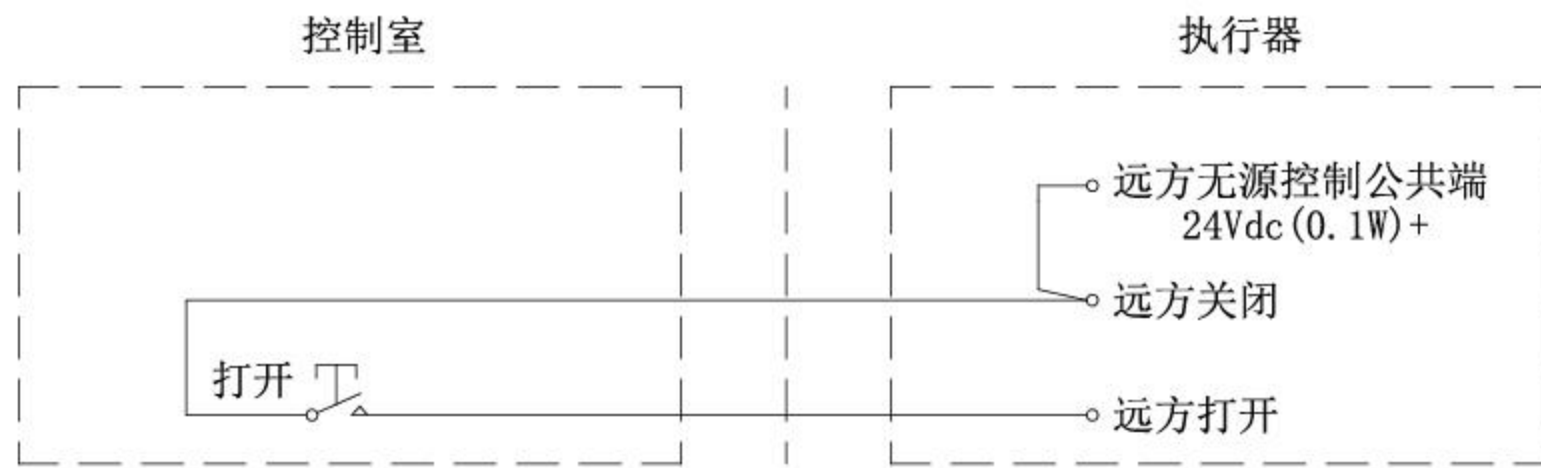
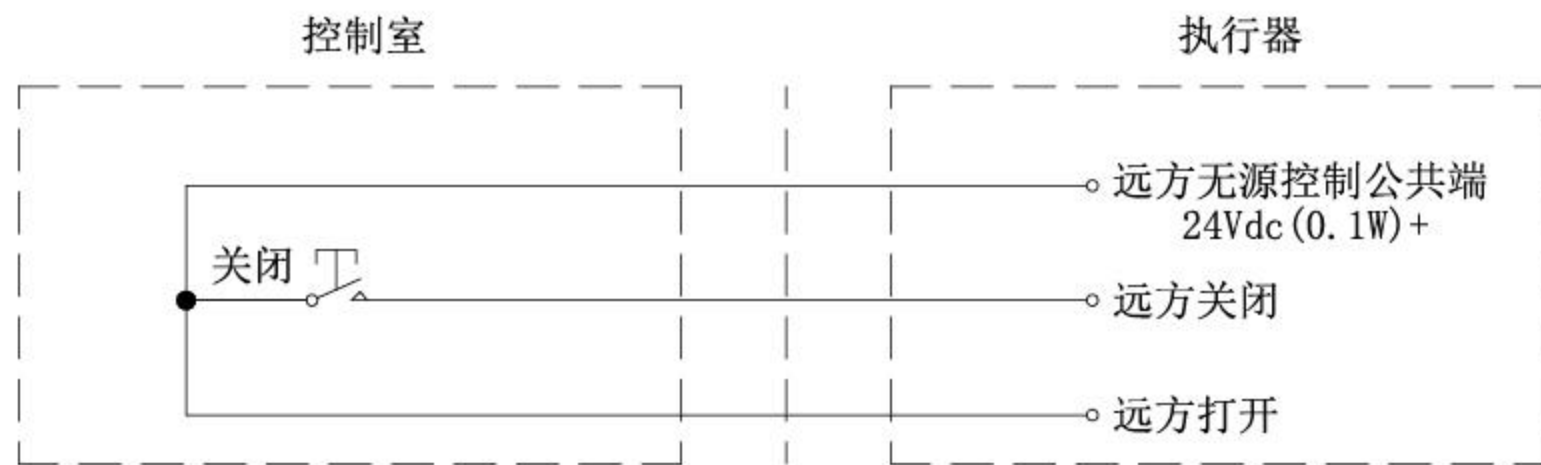
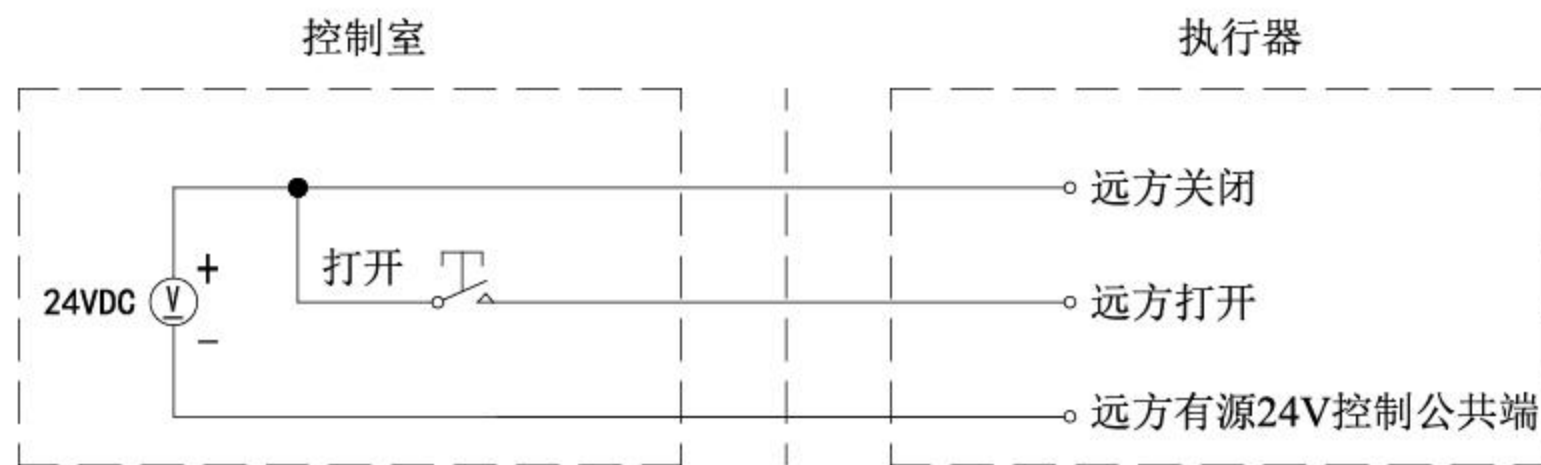
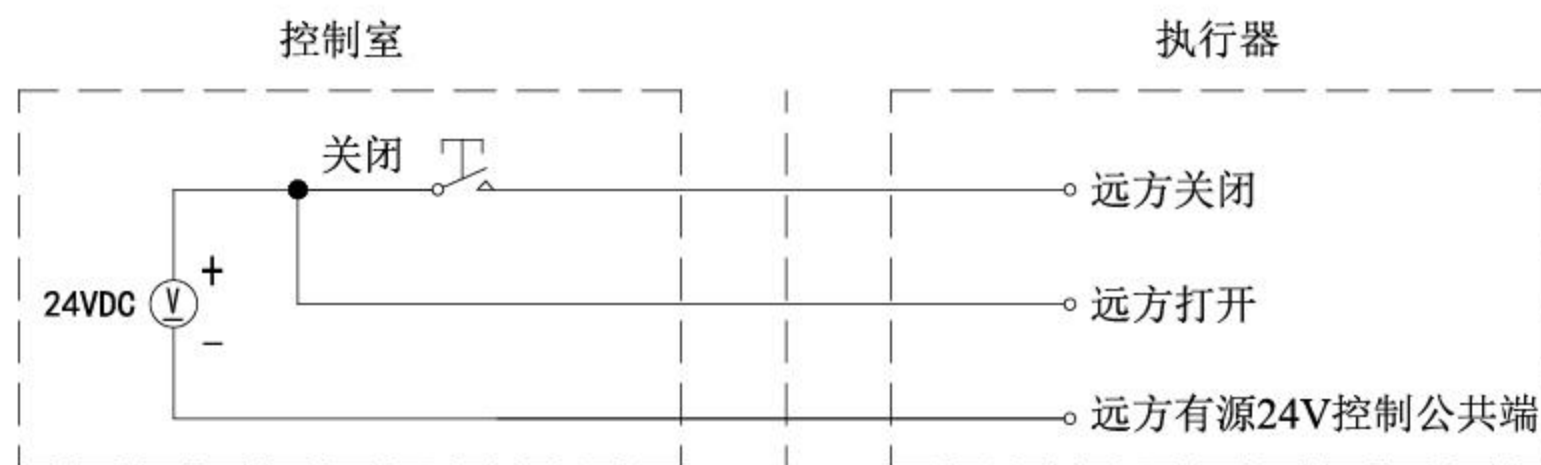

图4-10 两线控制,有信开,无信关
图4-11 两线控制,有信关,无信开
图4-12 外部直流两线控制,有信开,无信关
图4-13 外部直流两线控制,有信关,无信开
4.1.3 若想实现两线控制,外部连线见图4-10、图4-11、图4-12、图4-13、图4-14、图4-15。应根据实际需要,调整菜单中的两线设置为“有信开,无信关”或“有信关,无信开”。